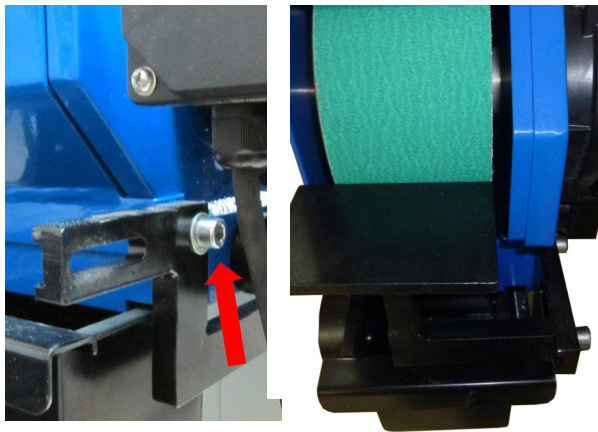

Abb. 7: Einstellen der Arbeitsfläche an der Rückseite
Schritt 2: Die Abdeckung an der Geräterückseite öffnen. Dazu die Innensechskantschraube (Abb. 7 links, Pfeil) herausdrehen und die Abdeckung nach oben aufklappen.